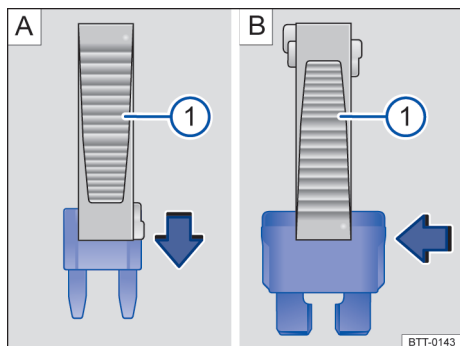

Fig. 157 Remover ou instalar um fusível com a garra da pinça de plástico ❶.
- Se necessário, retirar a pinça de plástico → Fig. 157 ❶ da cobertura da caixa de fusíveis.
- Em caso de *fusíveis pequenos*, encaixar a garra ❶ por cima → Fig. 157 A.
- Em caso de *fusíveis maiores*, empurrar a garra ❶ lateralmente sobre o fusível → Fig. 157 B.
- Caso o fusível esteja queimado, substituir o fusível por um novo da *mesma* intensidade de corrente (mesma cor e inscrição) e do *mesmo* tamanho → ❶.